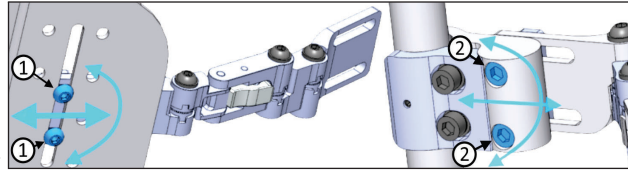

Fig. 3
- con l'attacco alla scocca, allentando le viti n.1 (Fig. 3 in blu)
- con l'attacco al tubo, allentando le viti n.2 (Fig. 3 in blu)